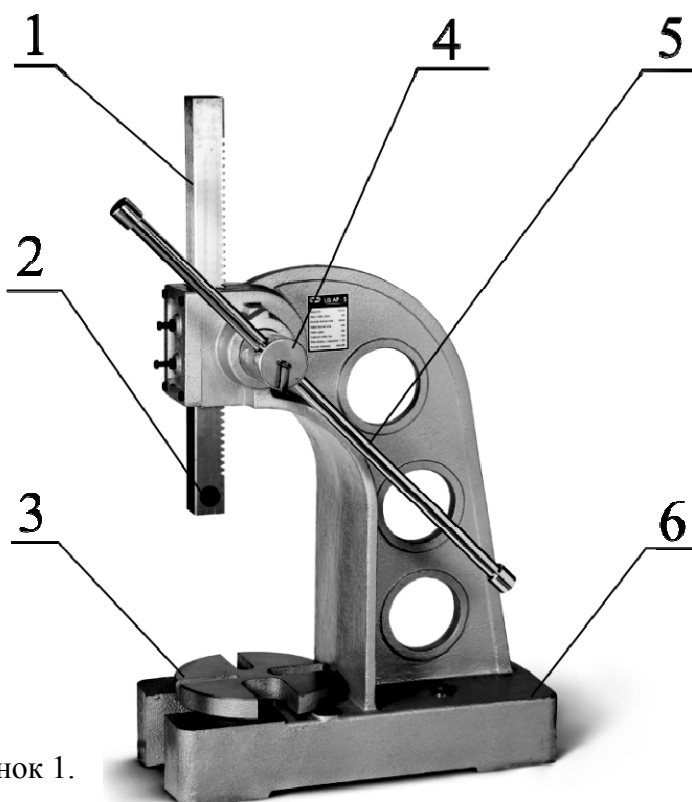

Рисунок 1.
3.2 Основные узлы и детали оборудования (см. рис.1).